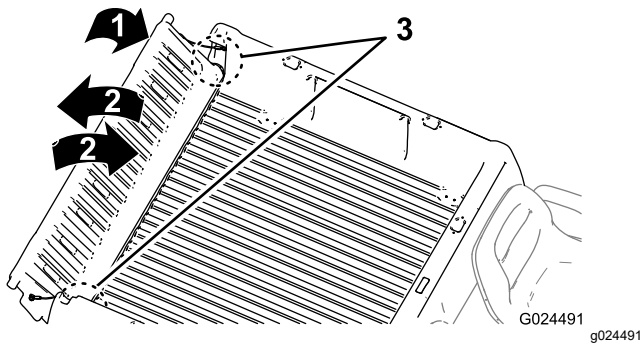

Figure 15
2. Faites pivoter le hayon à environ 45° (Figure 15).
3. Faites pivoter le hayon d'avant en arrière en l'agitant légèrement quelques secondes (Figure 15).